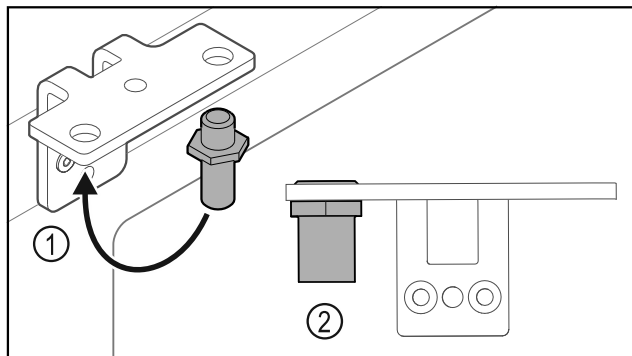

Fig. 25
- ▶ Premjestite svornjake Fig. 25 (1) u kutnim šarkama.
- ▶ Pritegnite svornjake Fig. 25 (2) **okretnim momentom od 12 Nm**.